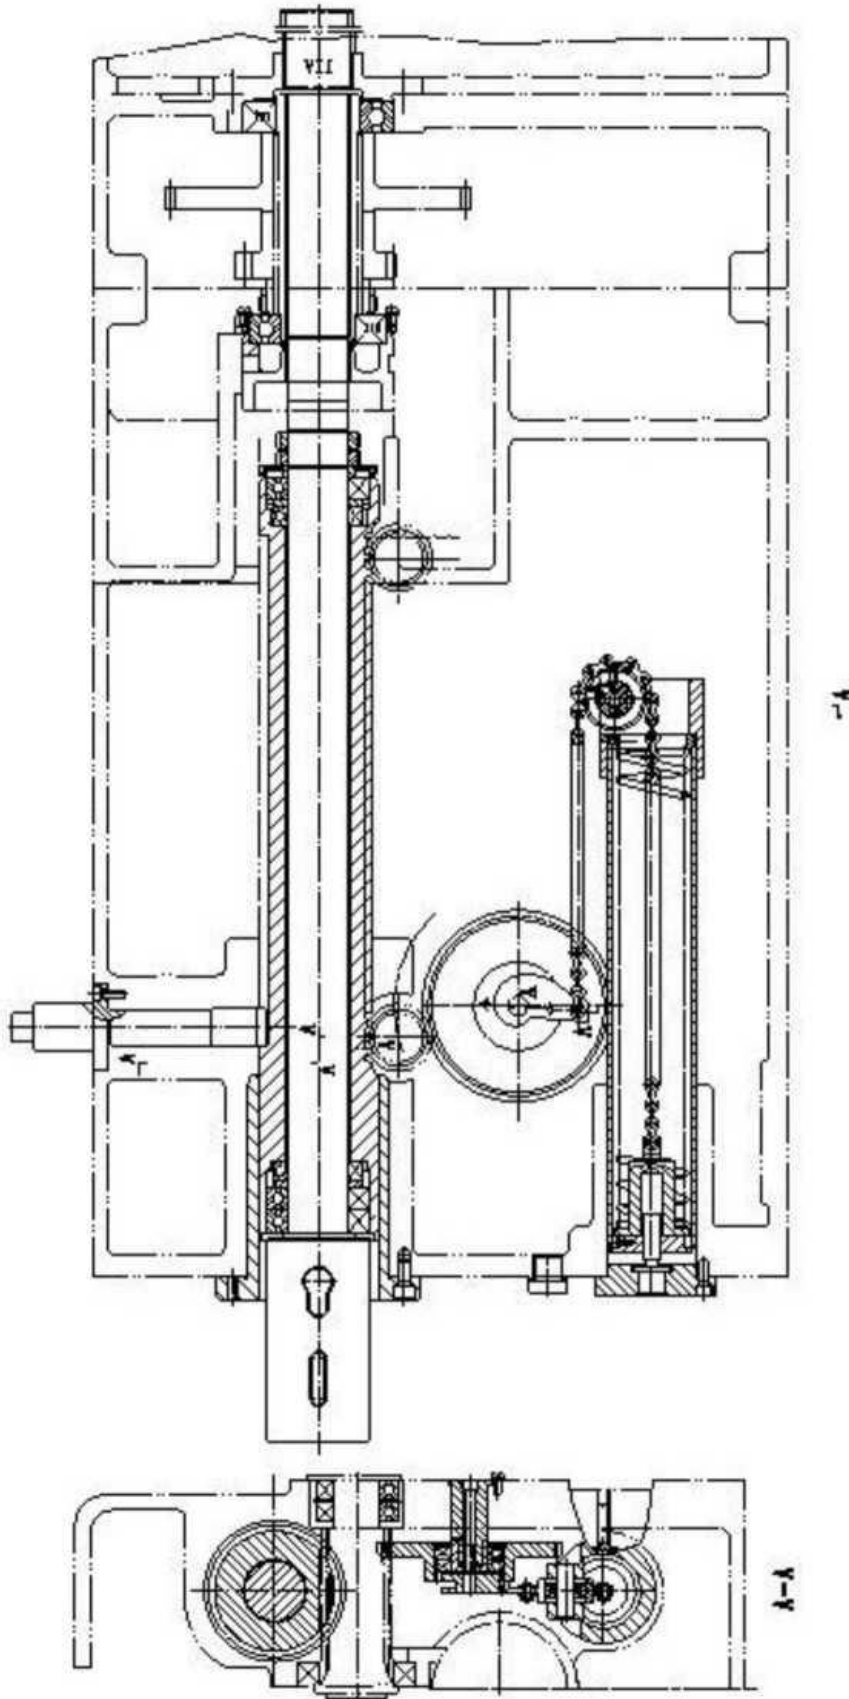

Рис. 10-8 Механизм уравнивания
#### **(4) Регулировка силы уравнивания шпинделя (Рис. 10-8)**